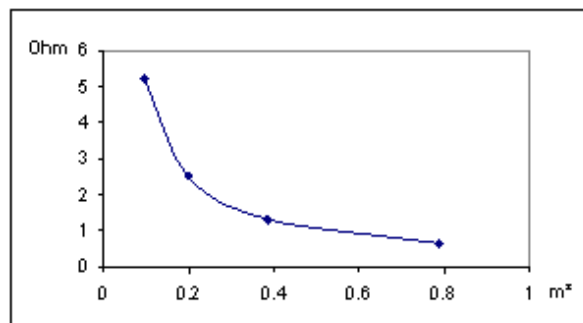

Fig. 2: La resistencia como una función del área de la sección transversal
- Trace el gráfico de la resistencia en función del área de la sección transversal (ver fig. 2).